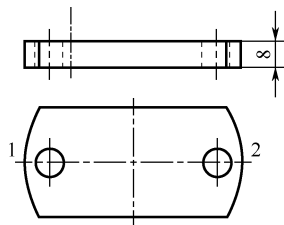

图 5-6 绘制底板主视图
(2) 使用直线命令采用“极轴追踪”的方法绘制底板主视图和对称中心线、主视图上左侧  $\phi 9$  mm 小圆的中心线和转向轮廓线，再通过变换图层将其改到相应的点画线和虚线图层上，镜像复制，删除辅助线，如图 5-6 所示。